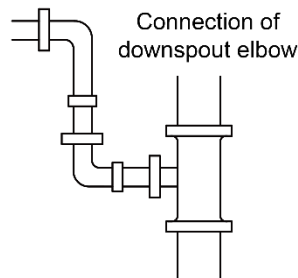

Fig.4.3.7
N.º 2: Conexión de codo de bajante (Fig.4.3.7)